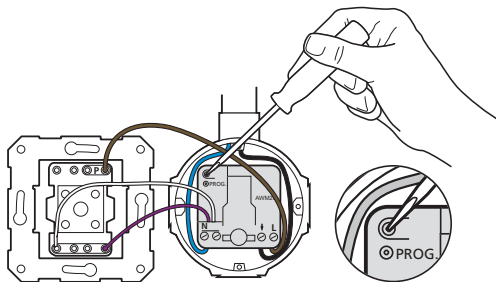

Ilustración 5
- Empuje el botón de programación mínimalmente tres segundos, véase ilustración 5. El LED rojo se quede encendido cuando suelte el botón.